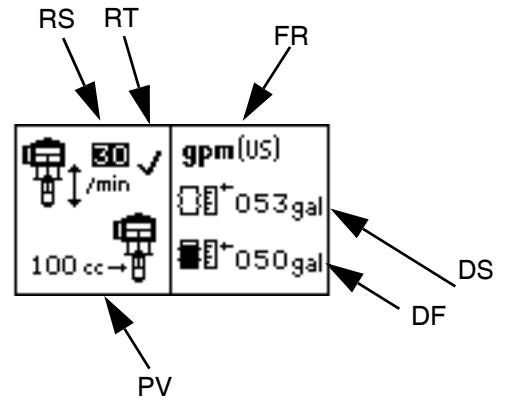

FIG. 22: Schermata di impostazione 1
Utilizzare la schermata di impostazione 1 per impostare la frequenza del ciclo di fuorigiri (RS), abilitare/disabilitare la protezione dal fuorigiri (RT), selezionare il volume di pompaggio per ciclo (PV), selezionare le unità di portata (FR), immettere le dimensioni del fusto (DS) e immettere il volume del fusto pieno (DF). Vedere la FIG. 22.
Quando la protezione dal fuorigiri (RT) è abilitata, nella schermata di impostazione viene visualizzato un ✓. Vedere la FIG. 22.
Per disattivare il monitoraggio di accelerazione, entrare in modalità di impostazione e impostare il valore su 0 (zero) o portare (RT) su off. Vedere la FIG. 22.